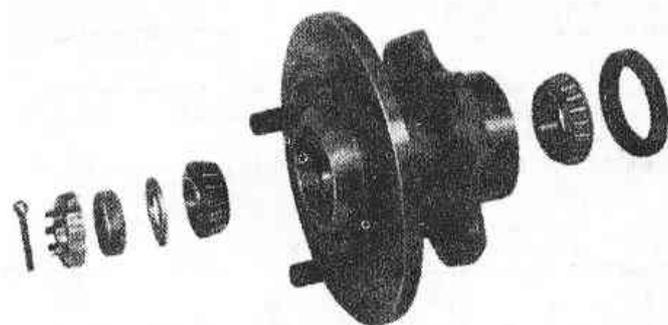

Рис.9.5. Передняя ступица со снятым диском (Разд.7)
6. Осторожно выньте из задней части ступицы сальник и снимите внутренний конический подшипник (Рис.9.5).